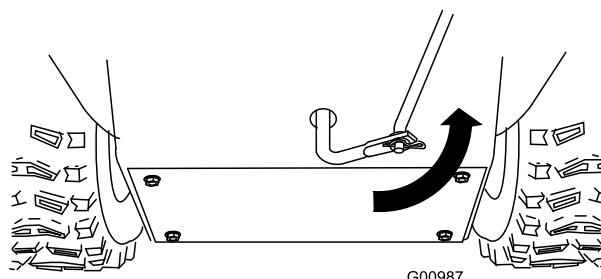

Figura 7
- Girate il braccio articolato inferiore completamente verso l'alto (senso antiorario) (Figura 7).